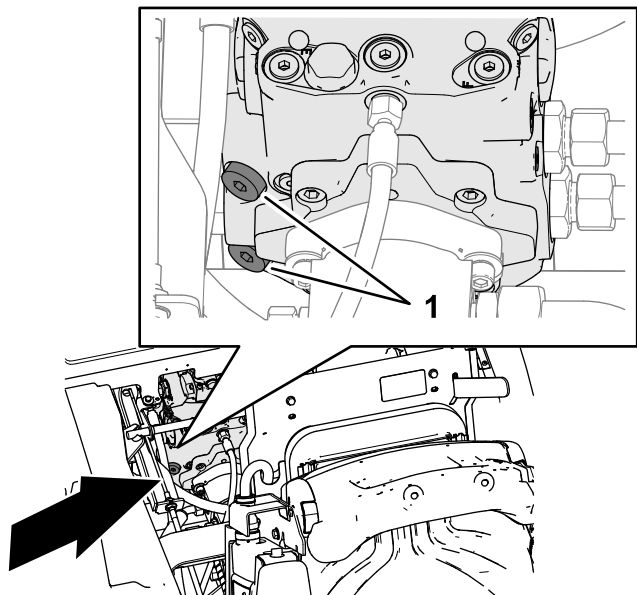

Figura 38
1. Utilizzate una chiave esagonale da 8 mm per ruotare di 3 giri completi in senso antiorario i 2 tappi a testa incassata per le valvole di sfogo della pompa della trasmissione (Figura 38).